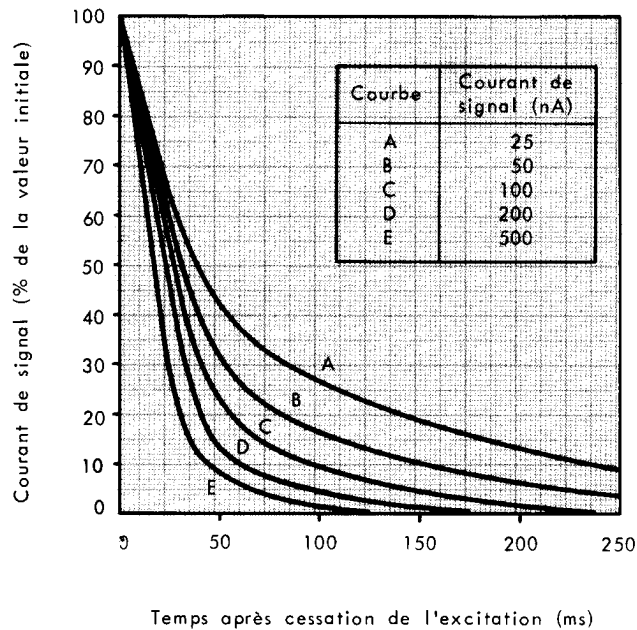

Figure 9
- 10 - Les filtres utilisés, SCHOTT et GEN Réf. KG3 d'épaisseur 1 mm, 2 mm, 3 mm, 4 mm et 5,5 mm, sont placés entre la source lumineuse et la face avant du tube (voir Figure 9).